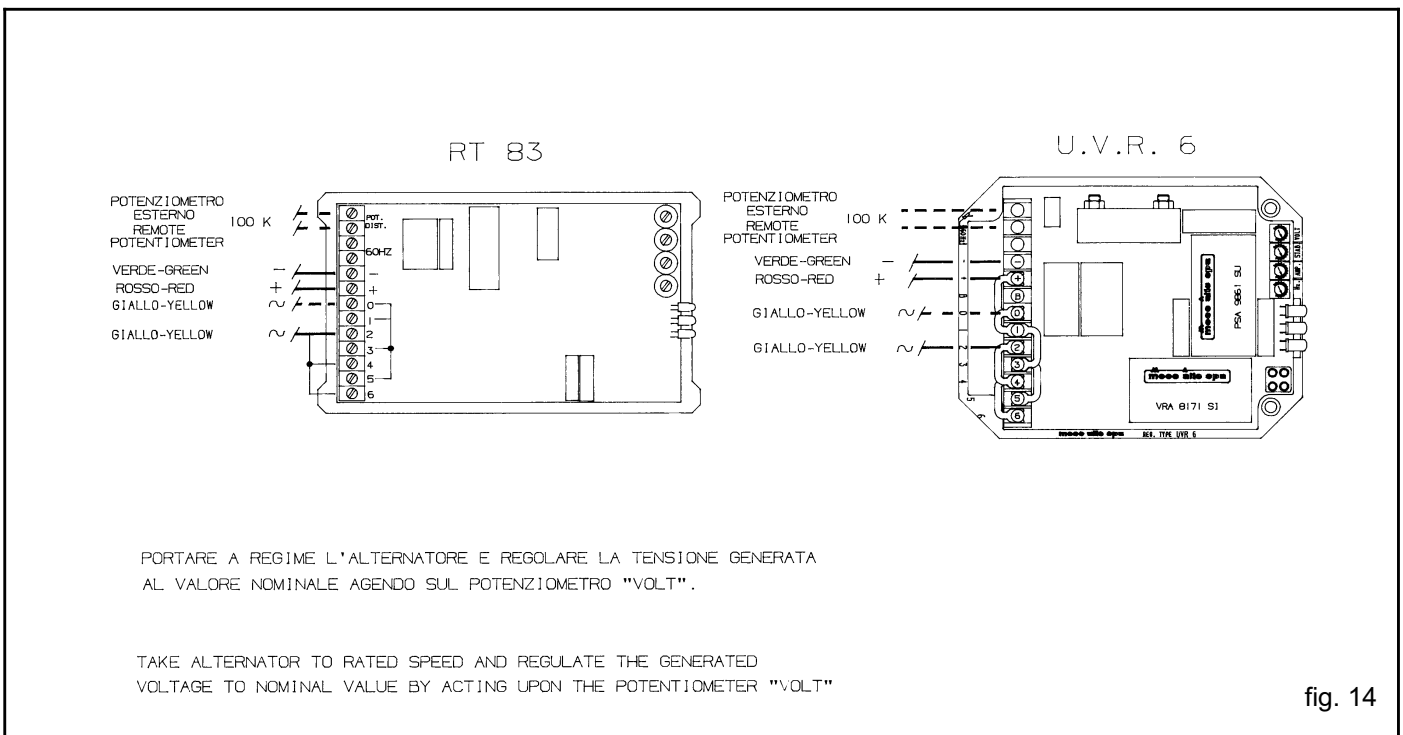

fig. 14
2.8.3) Sostituzione del regolatore RT83 (fig. 14)
2.8.3) Replacing the RT83 regulator (fig. 14)